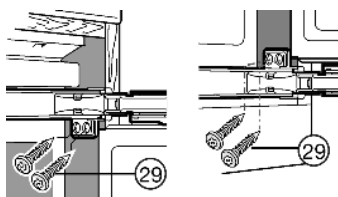

Fig. 22
- ▶ An beiden Türen mit Spanplattenschrauben Fig. 22 (29) jeweils oben und unten durch die Scharnierlaschen schrauben.